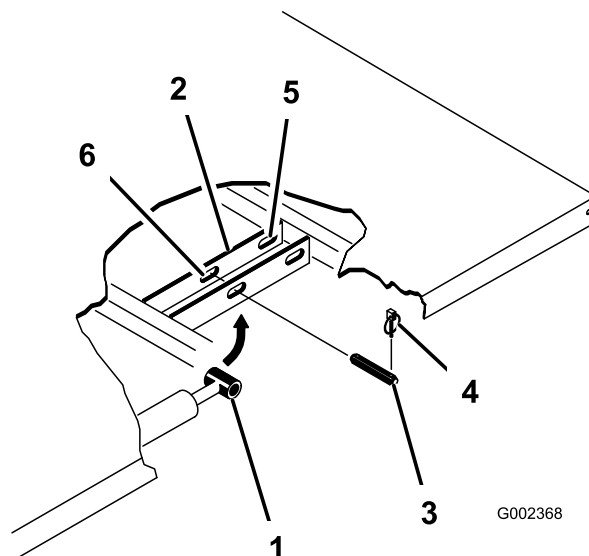

Figura 22
3. Retire los pasadores de seguridad de los extremos exteriores de los pasadores de los vástagos de los cilindros (Figura 22).
4. Retire los pasadores que fijan las rótulas de las varillas de los cilindros a las chapas de montaje de la plataforma empujando los pasadores hacia dentro (Figura 22).
5. Retire los pasadores de seguridad y los pasadores que fijan las placas de giro a los perfiles del bastidor (Figura 22).